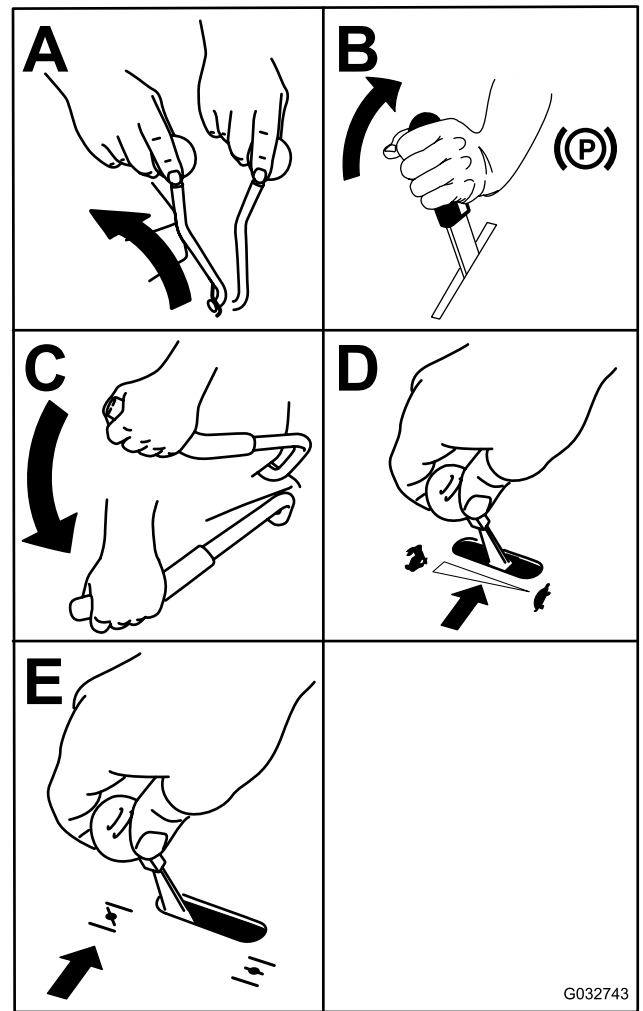

Figure 21
3. Placez le levier d'engagement de PDF en position ARRÊT (Figure 21).
6. Tournez la clé à la position DÉMARRAGE (Figure 21). Relâchez la clé quand le moteur démarre.